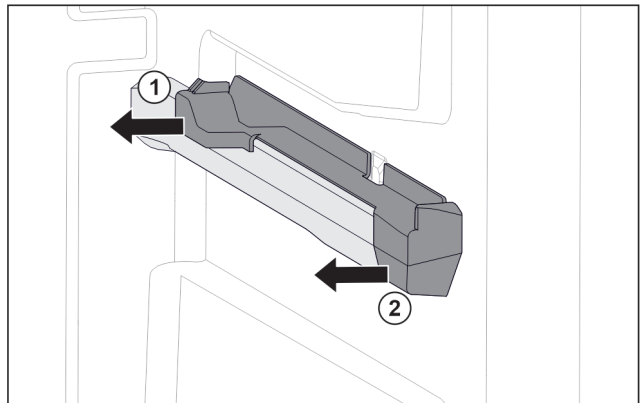

Fig. 131 Aufsteckteil auf der rechten Behälterrippe
- ▶ Aufsteckteil hinten zur Seite abziehen. Fig. 131 (1)
- ▶ Aufsteckteil vorne zur Seite abziehen. Fig. 131 (2)